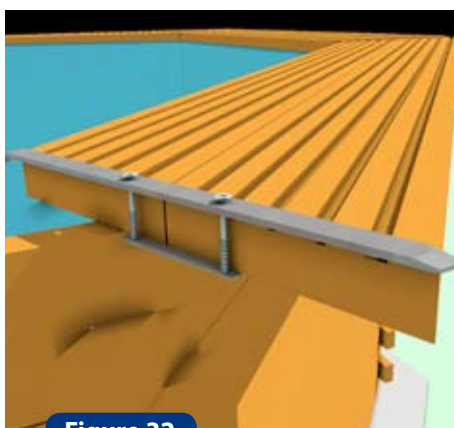

Figure 32
- Afin d'améliorer l'esthétique des margelles, vous pouvez positionner des pièces en inox dans chaque angle de la margelle (figure 32).